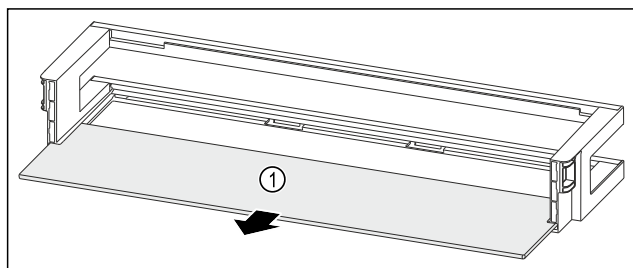

Fig. 162 Riiuliga ukseriulid
- Võtke riiul Fig. 162 (1) välja.